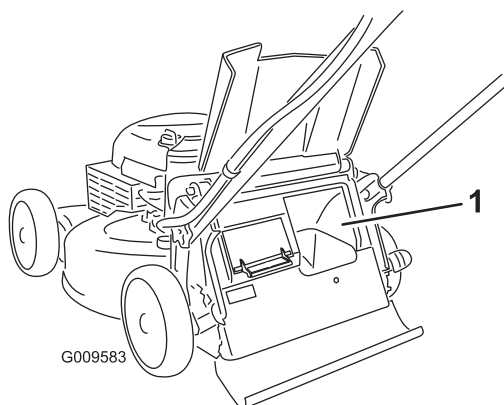

Figuur 18
- Als u het gras en de bladeren wilt opvangen, druk dan op de knop van de grasvangerhendel en beweeg deze naar voren tot de knop op de hendel naar boven klikt (Figuur 18).